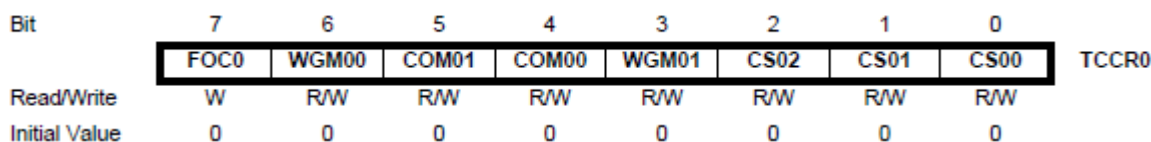

Рисунок 2.5 – Конфігураційний регістр TCCR0
- конфігураційний регістр TCCR0 (рис. 2.5).